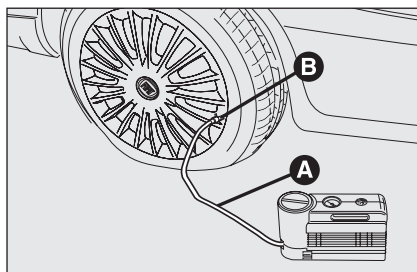

fig. 15
- ☐ **Accione el freno de mano.** Afloje el capuchón de la válvula del neumático, saque el tubo flexible de llenado **A-fig. 15** y apriete el casquillo **B** en la válvula del neumático;